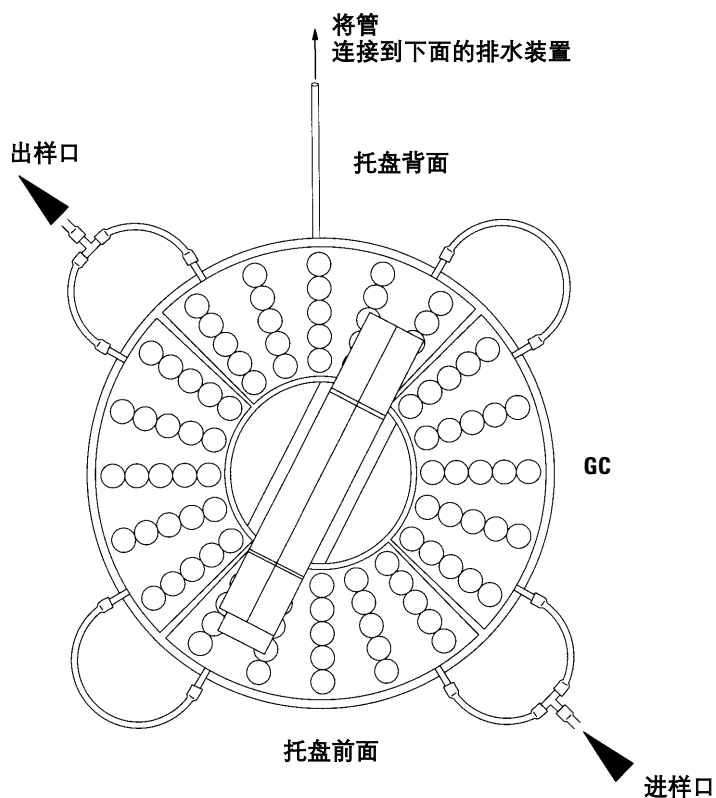

图 73 托盘扇形块管路系统
- 2 使用内径 1/4 英寸（6.35 毫米）管将托盘扇形块连接在一起（图 73）。